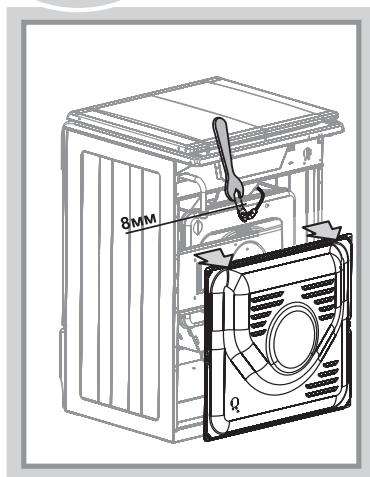

Рис.19
- при помощи ключа выкрутить и заменить сопло (рис.19).